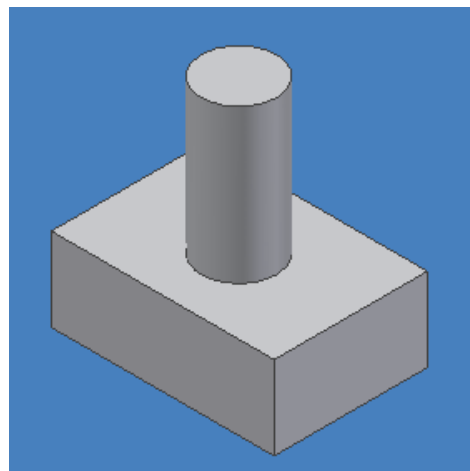

Figura 3.55 Bloque y cilindro para ejemplificar MOVE FACE.
- En su área de trabajo genere un bloque y en la parte superior del mismo genere un cilindro de forma que se asemeje a la figura 3.55.